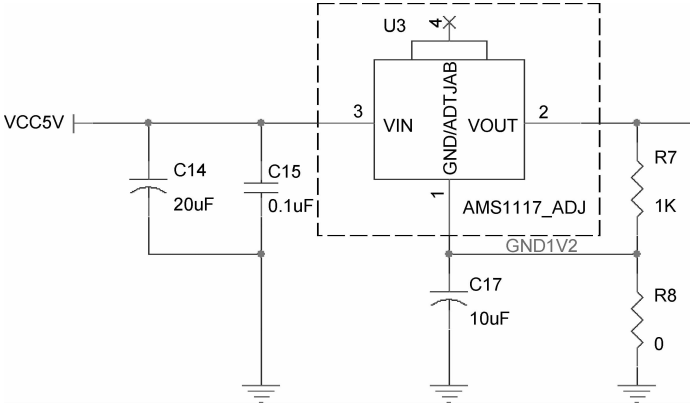

图 7-29 选择区域
1. 选择菜单栏中的“File (文件)”→“Print Area (打印区域)”→“Set (选择)”命令，在原理图中拖动出适当大小的区域，将所需打印的区域框选，打印区域外围显示黑色虚线框，如图 7-29 所示。